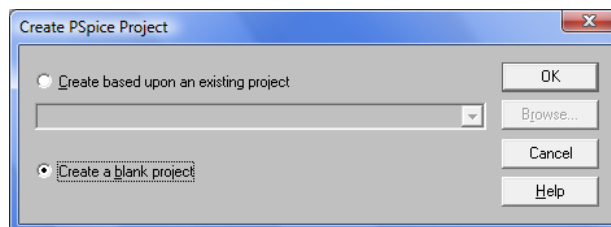

Fig. 2.
- Validati cu . Apare fereastra din fig. 2: